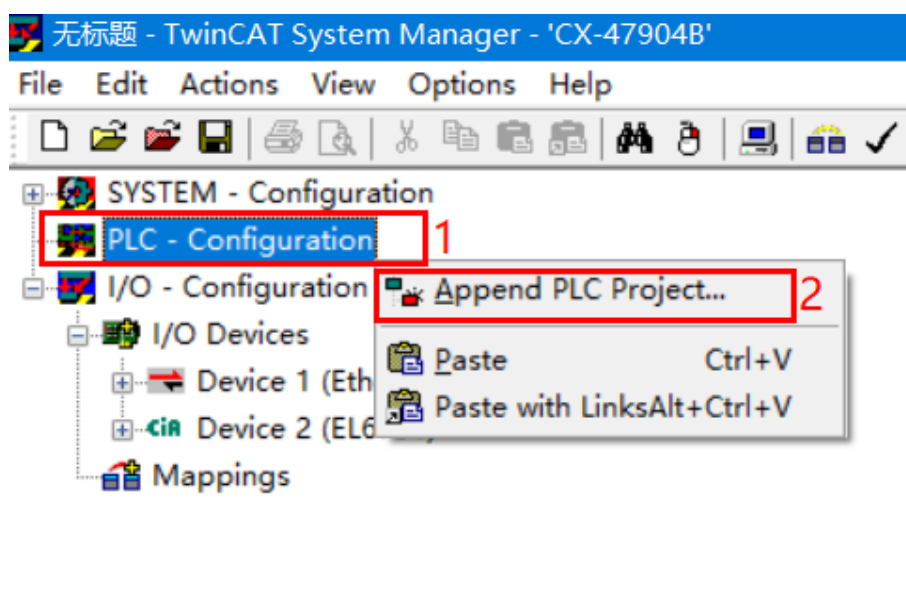

图 3.13 添加 PLC 程序步骤
2) 返回【System Manager】→ 右击【PLC-Configuration】→ 点击【Append PLC Project】→ 选择刚才保存的程序（或其他已保存程序），如图 3.13 所示步骤，PLC 程序就添加完成。